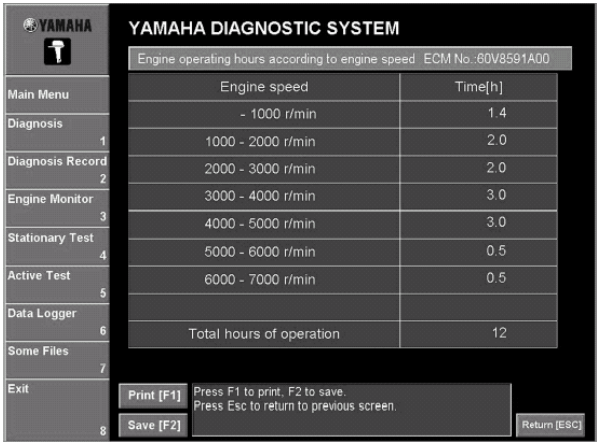

Рис. 111
- 2. отображаются моточасы в зависимости от числа оборотов двигателя и общее количество моточасов. (Рис. 111)